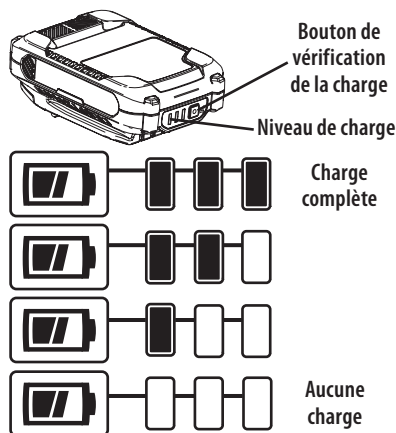

Figure 29
1. Pressez sur le bouton sur le devant de la batterie pour vérifier le niveau de charge. Voir Figure 29.